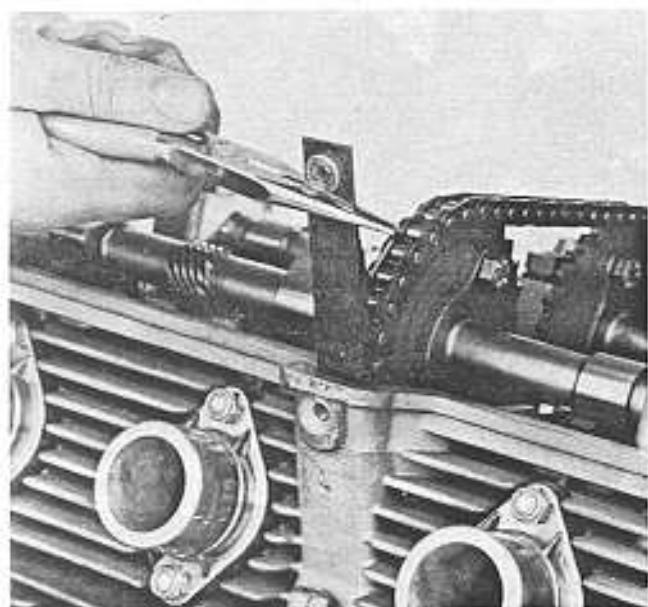

Fig. 9
- Rimuovere la vite di fissaggio e sfilare il pattino tenditore della catena di distribuzione (Fig. 9). (Questo non è strettamente indispensabile, ma facilita molto l'esecuzione delle operazioni che seguono). Fare attenzione alle due rondelle in rame poste sotto la testa della vite.
- Remove the securing screw and withdraw the cam chain tensioner blade (Fig. 9) (this is not really needed but makes the subsequent operations much easier to perform). Take care not to lose the two copper washers fitted beneath the head of the screw.